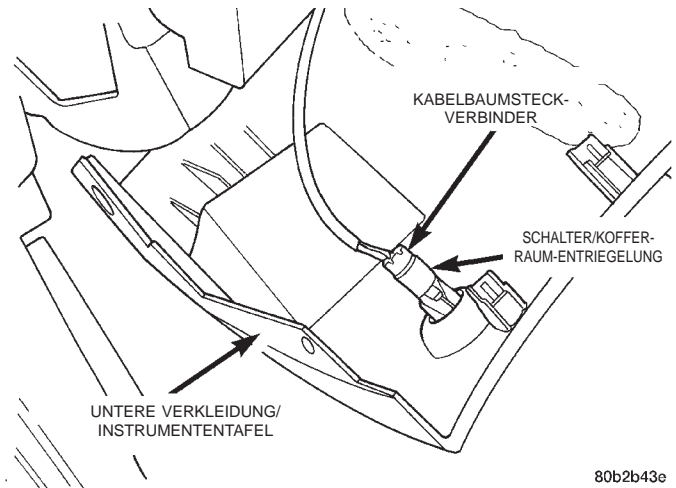

Abb. 64 Verdrahtung/Kofferraum-Entriegelung
(10) Die untere Verkleidung von der Instrumententafel abnehmen. Sie ist entlang der Oberseite und an der oberen rechten Ecke mit Halteclips befestigt.
(11) Den Kabelbaum-Steckverbinder vom Schalter/Kofferraum-Entriegelung in der unteren Verkleidung der Instrumententafel abziehen (Abb. 64).